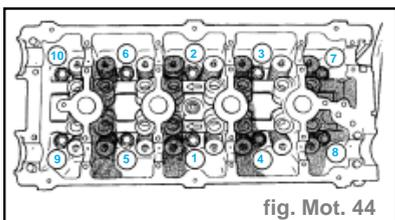

fig. Mot. 44
- Serrer les boulons de culasse dans l'ordre illustré (fig. Mot. 44). Utiliser la méthode de serrage en 4 étapes, en adoptant les valeurs suivantes :